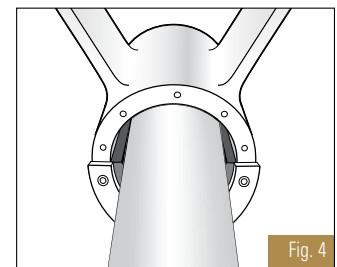

Fig. 4
5. **Instale y posicione cuidadosamente el eje** (la mitad superior del rodamiento aún no está en su emplazamiento, proporcione holgura suficiente para mover y posicionar el eje.). (Fig. 4).